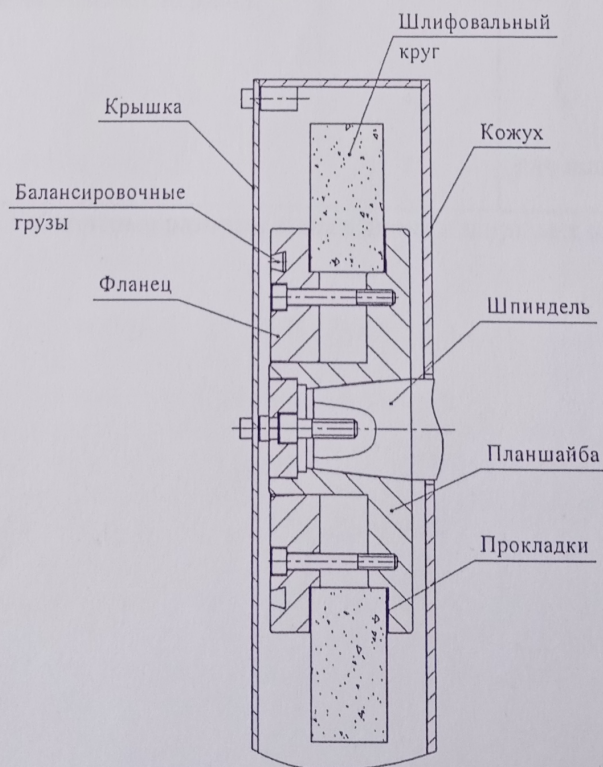

Рисунок 2.1 Крепление шлифовального круга
2.2.1 Крепление шлифовального круга (рис.2.1)